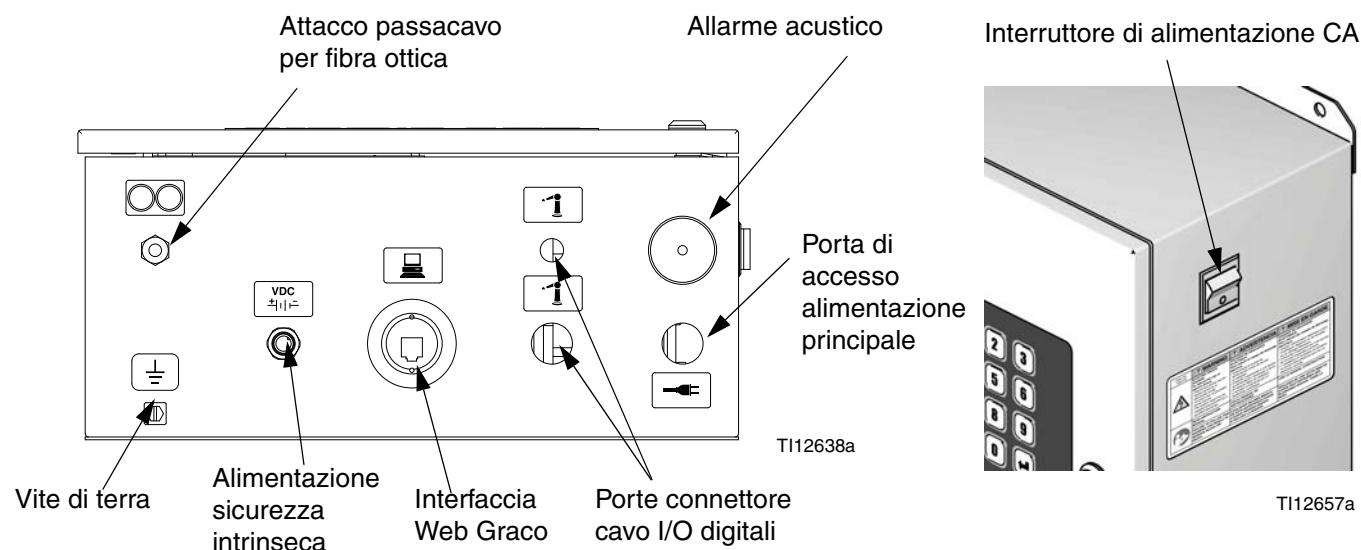

FIG. 13 EasyKey - Collegamenti e interruttore di alimentazione CA
- La porta di accesso dell'alimentazione in ingresso presenta un diametro di 22,4 mm (0,88"). Accetta un raccordo o condotto di scarico di sollecitazioni o paratia. Vedere FIG. 13.
1. Assicurare al EasyKey l'alimentazione richiesta. Installare un dispositivo di scarico delle sollecitazioni per paratia o paratie per condotte attraverso l'attacco per EasyKey . Vedere FIG. 13.
$\pm \frac{VDC}{| |}$. Vedere FIG. 13.
. Vedere FIG. 13.